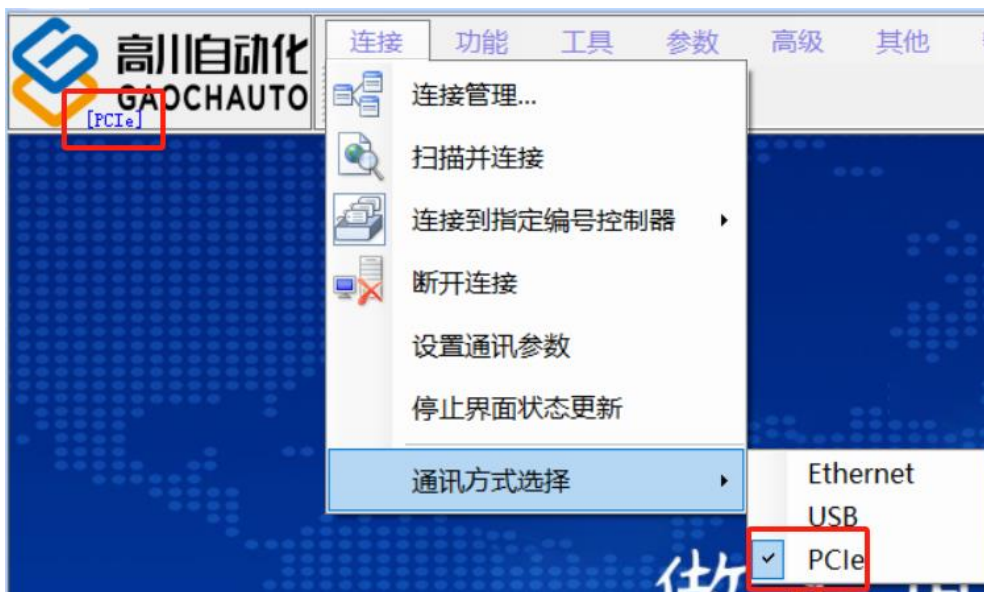

图 1.1.4 通讯方式选择
(4) 保证物理连接良好情况下，打开 GCS 工具，如图 1.1.4 通讯方式选择，点击  连接即可；选择通讯方式后，有的电脑需要重新打开软件。